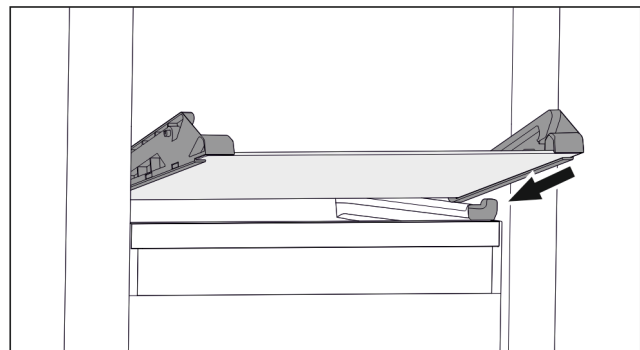

Fig. 132 Tablette en verre du tiroir basculable
- ▶ Placer la tablette en verre, en l'inclinant, derrière les butées. (voir Fig. 132)